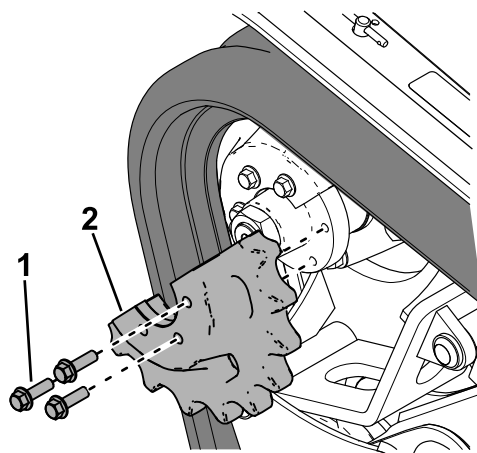

Figure 62
19. Appliquez du frein-filet sur les boulons du demi-pignon d'entraînement que vous avez retiré et posez le demi-pignon (Figure 62). Serrez les boulons à un couple de 95 à 115 N·m.